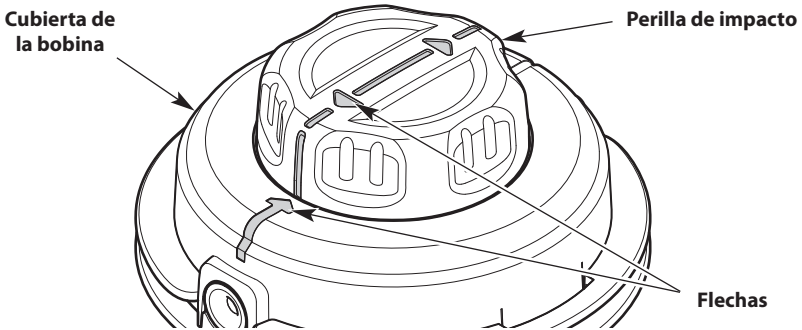

Fig. 22
3. Gire la perilla de impacto para alinear las flechas de la perilla con las flechas de la cubierta de la bobina (Fig. 22).